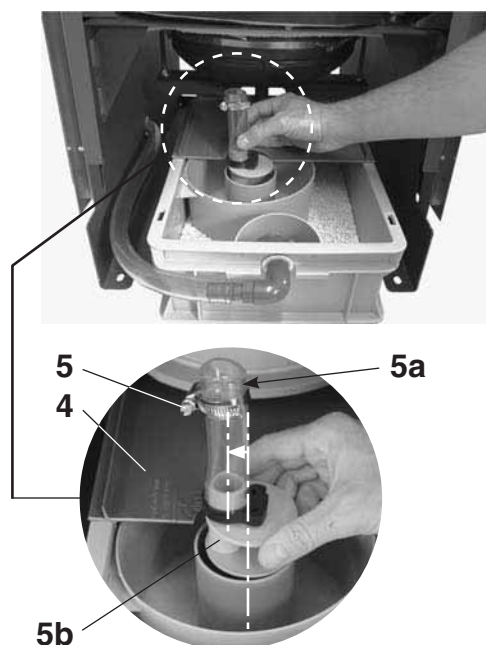

Fig. 17
4. Inserire il coperchio posteriore (4, fig. 17) del box di neutralizzazione.
5. Applicare la staffa (5) ad una distanza di circa 20mm dalla parte terminale superiore del tubo flessibile e stringerla leggermente. Il tubo (5a) dalla parte in entrata (5b) deve essere orientato verso sinistra.
7. Sollevando il box di neutralizzazione (7, fig. 19) il tubo flessibile del sifone (5a, fig. 17) può essere spinto senza problemi sul bocchettone di scarico della vaschetta del condensato.